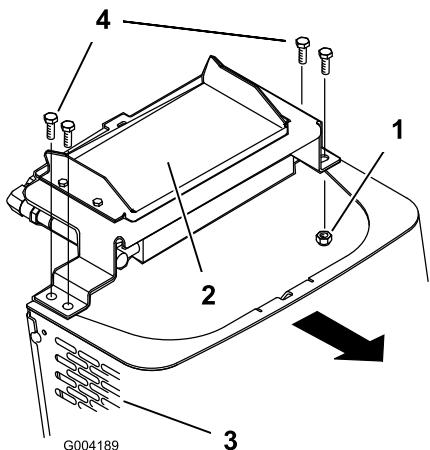

Figura 28
- Rimuovete i bulloni di spallamento e i dadi che fissano il radiatore dell'olio alla parte superiore della griglia anteriore (Figura 28).